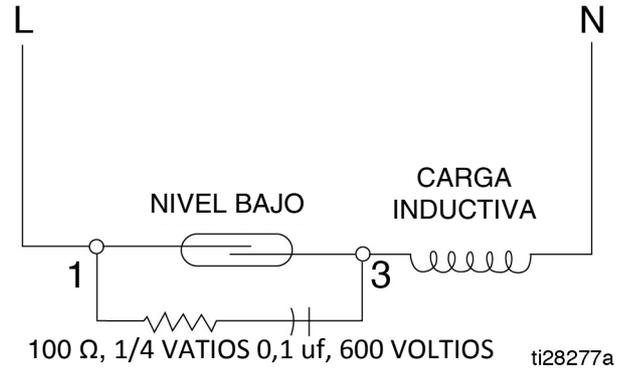

FIG. 5
**Tensión de CA:** se recomienda una resistencia y un condensador (alta impedancia, 60 hercios) conectado en paralelo con el interruptor, como se muestra en la FIG. 5.